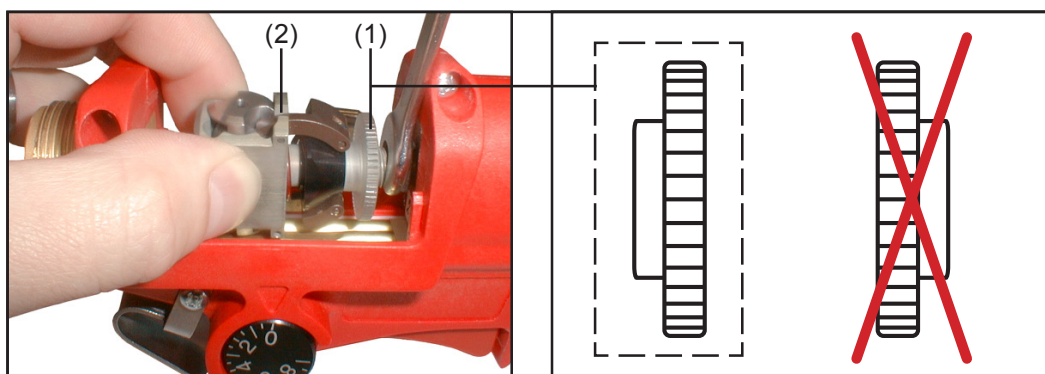

Fig. 41 Montage de la tête motrice
- Visser l'écrou moleté (1) dans la bonne position sur la tête motrice (pour la position, voir fig. 41)